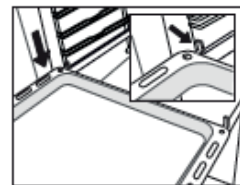

Abb. 5
5. Geben Sie das Zubehör auf die Schienen (Abb. 5, 6).